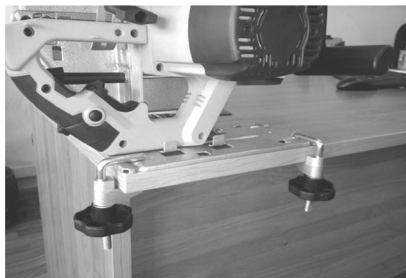

рис. 6
-для крепления пилы к верстаку используйте две фиксирующих струбцины. Конструктивной особенностью стационарного крепления данной модели пилы является возможность крепления пилы к верстаку в различных положениях, в том числе и угловых (рис. 6).